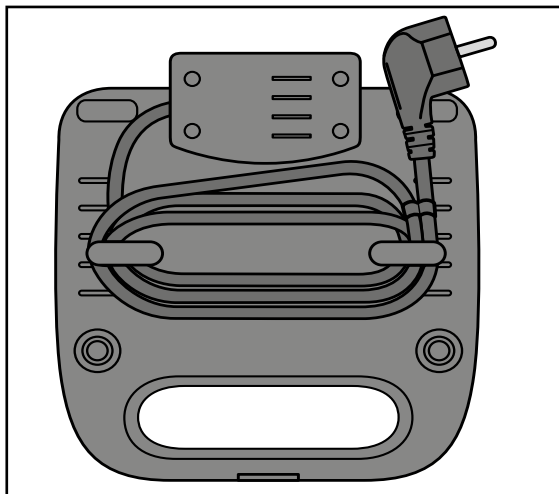

Fig. 1
- Enroulez le cordon d'alimentation autour des supports de câble de l'enroulement de câble (B) situés au dos de l'appareil. Fixez le câble avec le clip de fixation de câble (voir fig. 1) :